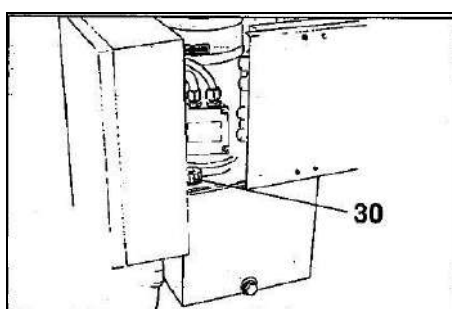

Рисунок 35
7) Открутите крышку (30, Рисунок 35), залейте масло, закрутите крышку и закройте ее.